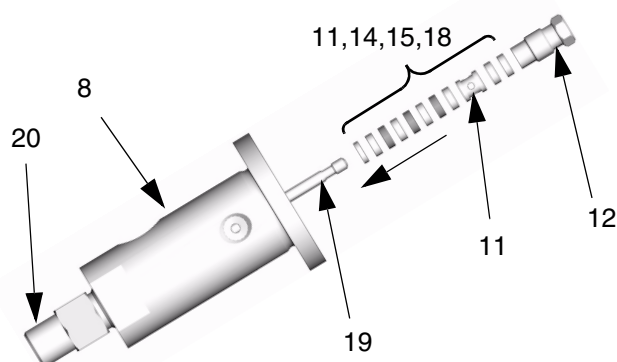
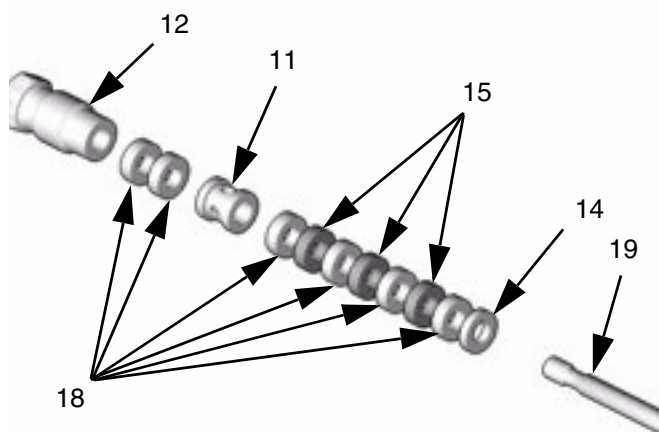

FIG. 7
FIG. 8
1. Inserire il perno (19) nel corpo della valvola (8). Vedere FIG. 7.
2. Avvitare la sede (20) sul corpo della valvola (8) e serrarla (20) fino a $61 \pm 6,7$ N.m.
3. Montare le guarnizioni sul perno (19) come indicato in FIG. 7 e FIG. 8.